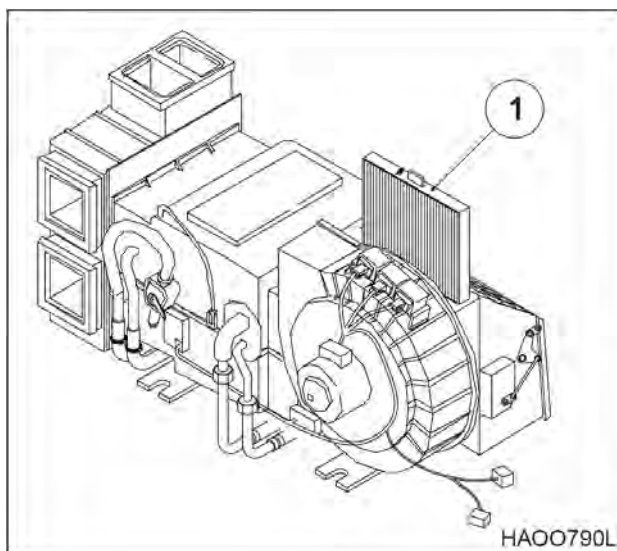

Рис. 57
5. Снять фильтрующий элемент (1, рис. 57) и проверить его на наличие повреждений.